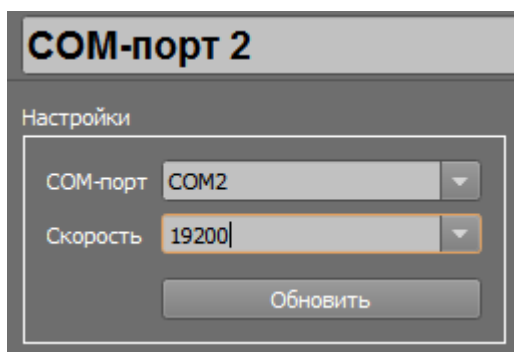

Рисунок 58 Параметры COM порта для подключения УОП-3 GSM
- В созданном приборе УОП-3 GSM в настройках прибора выберите модель «УОП-3GSM», в списке выбора порта, укажите созданный ранее порт (Рисунок 58), к которому подключен УОП, примените изменения.